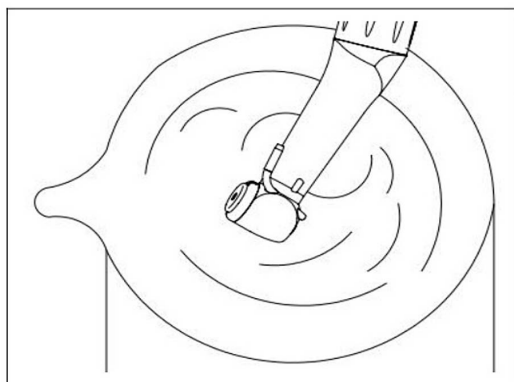

Рис. 8
- c) Налейте полчашки чистой воды; погрузите 20 мм головы наконечника в воду на время около 15 секунд (см. рисунок 8).